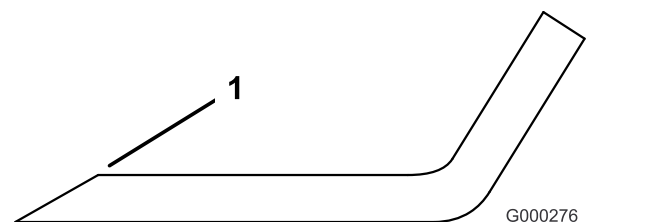

**Figura 91**
2. Verificate accuratamente i taglienti, con particolare attenzione ai punti d'incontro delle sezioni piatta e curva della lama (Figura 91).
**Nota:** Sabbia e materiali abrasivi possono consumare il metallo che connette le sezioni piatta e curva della lama, per cui si consiglia di controllare la lama prima di usare il tosaerba. Se la lama è usurata (Figura 91), sostituirla.